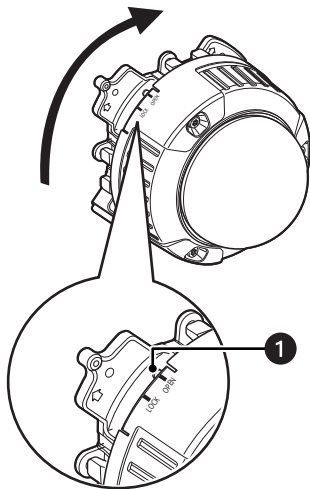

Рис. 13. Закрепление камеры на креплении камеры (поверхностный монтаж)
- b. Вставьте монтажные винты камеры в монтажные отверстия крепления камеры, затем поверните камеру по направлению стрелки до положения «LOCK», чтобы закрепить камеру на креплении без каких-либо зазоров (см. рис. 13).